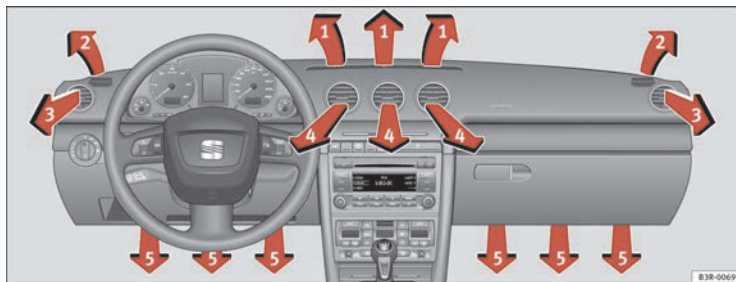

Abb. 132 In der Instrumententafel: Anordnung der Luftaustrittsdüsen
Die Luftaustrittsdüsen ⇒ Abb. 132 ③ und ④ können wie folgt bedient werden.
Die drei Tasten haben folgende Bedeutung. Die Zahlen beziehen sich auf die Luftaustrittsdüsen => Seite 167, Abb. 132.
Der Gebläsemotor wird nach Ausschalten der Zündung über das Solardach mit Solarstrom betrieben. Achten Sie bitte darauf, dass die Düsen 3 und 4 geöffnet sind ⇒ Seite 167, Abb. 132, um eine optimale Belüftung zu erreichen.